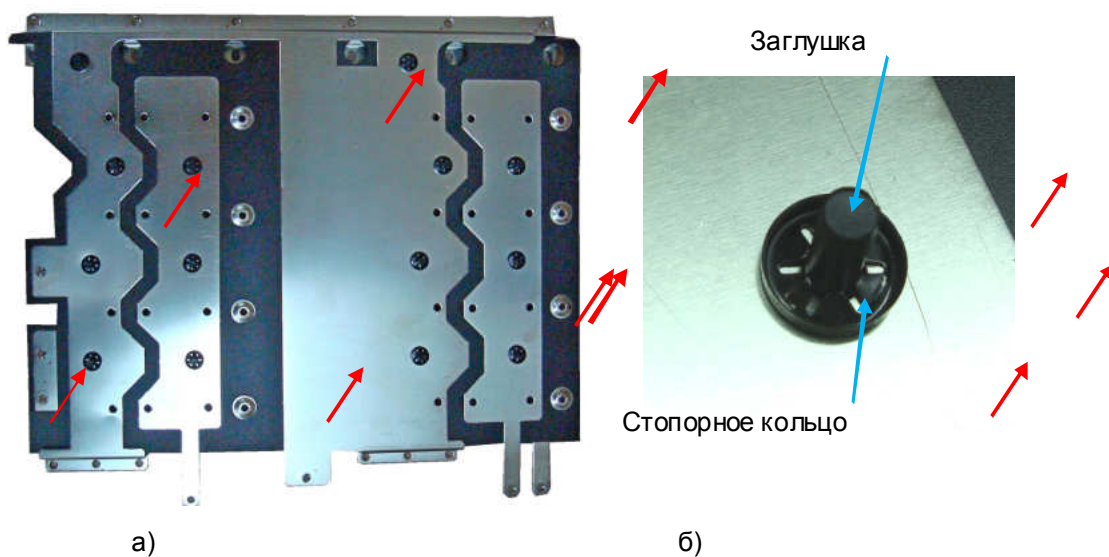

Рис. 6.23.
6.12.4. Разобрать шинную сборку, для чего демонтировать 14 креплений шинной сборки (рис. 6.23а), отжав на каждом креплении фиксаторы стопорного кольца и сняв стопорное кольцо с заглушки (рис. 6.23б). Отделить изолирующие прокладки от шин и положить шины и прокладки в тару.